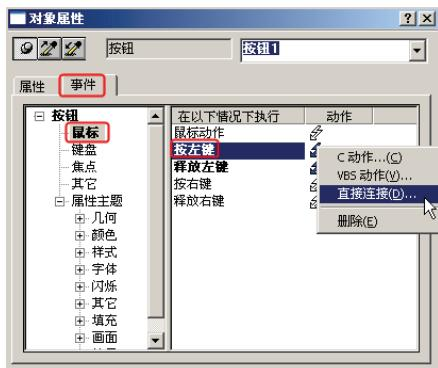
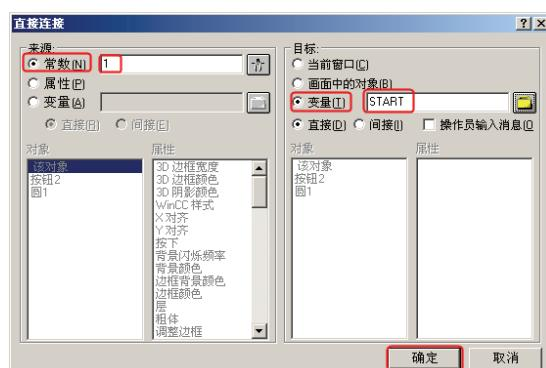
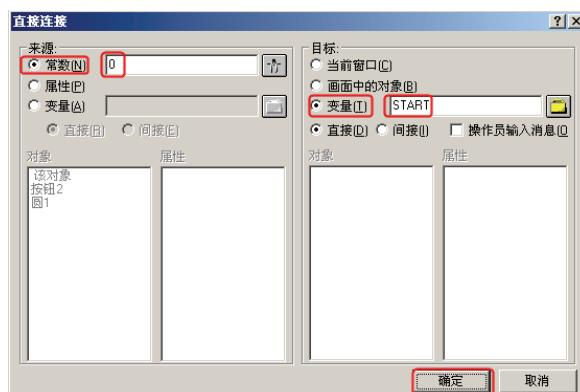

图 2-23 “对象属性”对话框
图 2-24 直接连接 (1)
图 2-25 直接连接 (2)
2) 将变量“START”与启动按钮连接在一起。双击画面上的“START”按钮，弹出“对象属性”对话框，如图 2-23 所示，选中“事件”选项卡，再选中“鼠标”→“按左键”→“直接连接”，单击鼠标右键，弹出快捷菜单，单击“直接连接”，弹出“直接连接”对话框，如图 2-24 所示。在“常数”中输入“1”，在“变量”中选定参数“START”，这样操作的含义是，当用鼠标左键单击“START”按钮时，将变量“START”赋值为 1。用同样的方法进行设置：当释放鼠标左键时，将变量“START”赋值为 0，如图 2-25 所示。